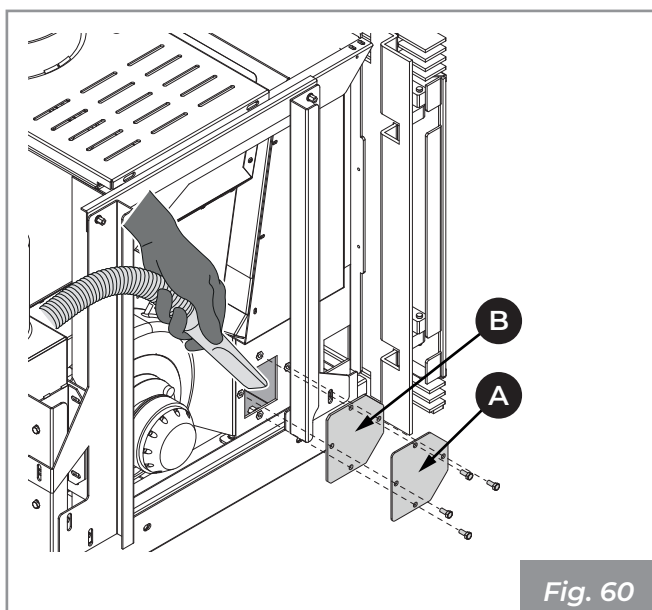

Fig. 60
- Aspirar las cenizas en el área indicada en (Fig. 60).